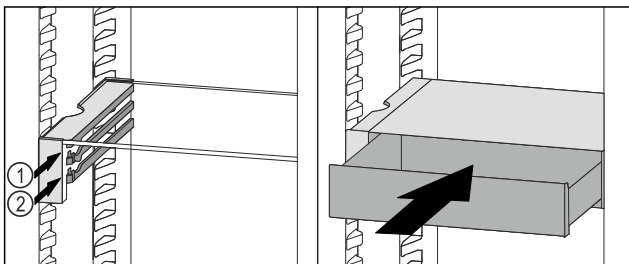

Fig. 124
- Placer le tiroir VarioSafe derrière les butées sur la nervure désirée Fig. 124 (1) ou Fig. 124 (2).